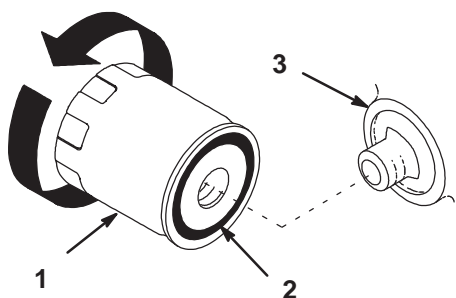

Figure 31
2. Déposez le filtre à huile usagé et essuyez la surface du joint de l'adaptateur (Fig. 31).
4. Appliquez une fine couche d'huile neuve sur le joint en caoutchouc du filtre de rechange (Fig. 31).
5. Posez le filtre à huile de rechange sur l'adaptateur. Tournez le filtre dans le sens horaire jusqu'à ce que le joint touche l'adaptateur, puis donnez 1/2 tour supplémentaire (Fig. 31).